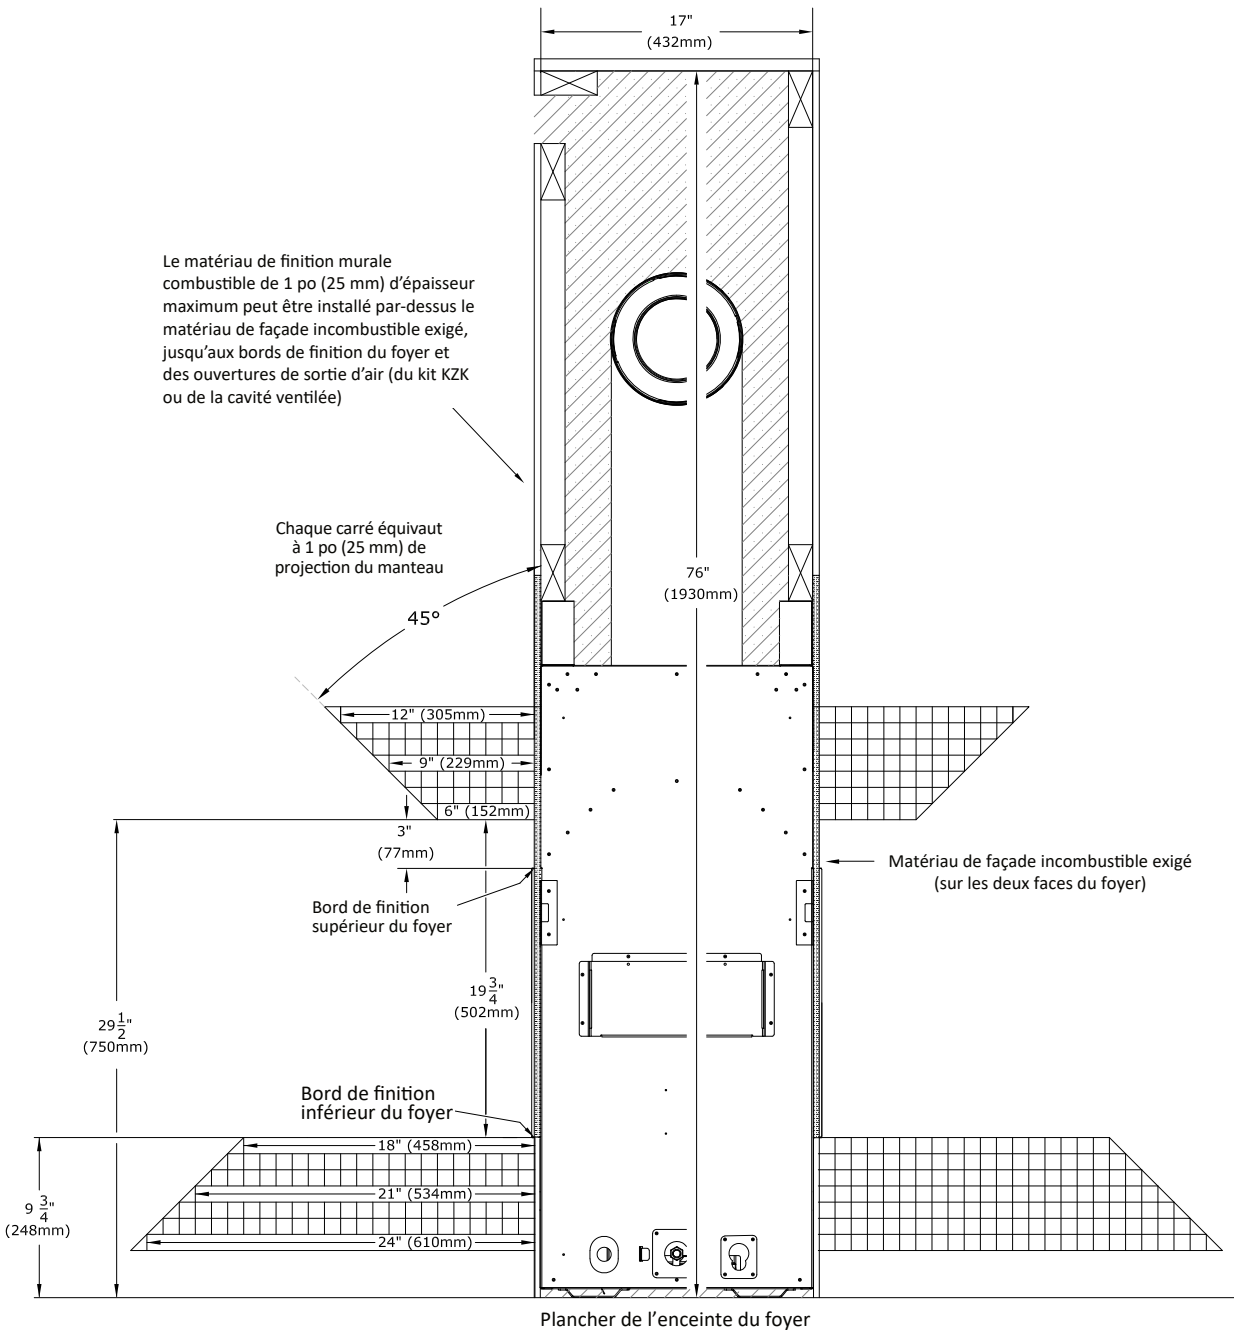

Figure 5.6 - Projections du manteau et de l'extension d'âtre combustibles avec kit KZK ou cavité ventilée (sans contour)
- Projections du manteau combustible: Comme la Figure 5.6 le montre, un manteau combustible ayant 6 po (152 mm) de projection peut être installé à 3 po (76 mm) au-dessus du bord de finition supérieur du foyer. La projection du manteau combustible peut augmenter de 1 po (25 mm) pour chaque 1 po (25 mm) de hauteur additionnelle, à partir d'un manteau de 6 po (152 mm).
- Extension d'âtre combustible (aucun contour): Comme la Figure 5.6 le montre, une extension d'âtre combustible ayant 18 po (458 mm) de projection peut être installée à 0 po (0 mm) du bord de finition inférieur du foyer. La projection de l'extension d'âtre peut augmenter de 1 po (25 mm) pour chaque 1 po (25 mm) d'éloignement du bord de finition inférieur du foyer. Si vous installez un contour en option, voir la Mesure «B» de la Section 5.8 (Directives de finition pour contours en option).